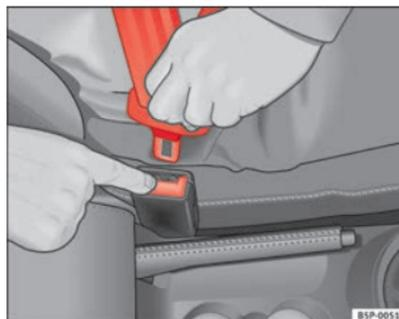

Fig. 16 Soltar a lingueta do fecho do cinto
- Pressionar o botão vermelho existente no fecho do cinto ⇒ Fig. 16. A lingueta solta-se para fora do fecho ⇒ ⚠.